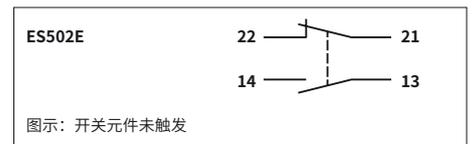

图1： 开关元件和端子分配
有关开关的详细信息，请参见图1。其中对所有可用的开关元件进行了介绍。
3. 连接各端子并拧紧（有关端子分配，请参见图1；有关拧紧力矩值，请参见技术数据）。